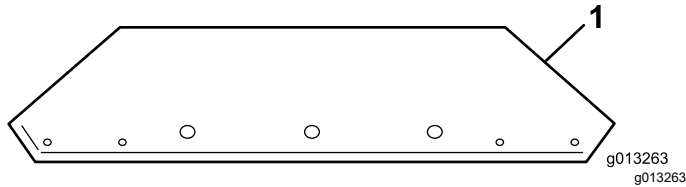
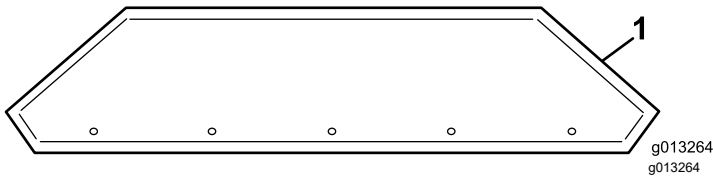

Figura 13
Figura 14
1. Retire las extensiones de la tolva del embalaje e identifique la extensión delantera y la trasera (Figura 13 y Figura 14).